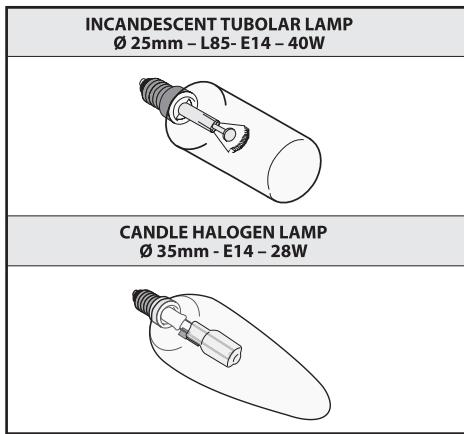

Fig.7
- **Sostituzione delle lampade a incandescenza/alogene (Fig.7):**